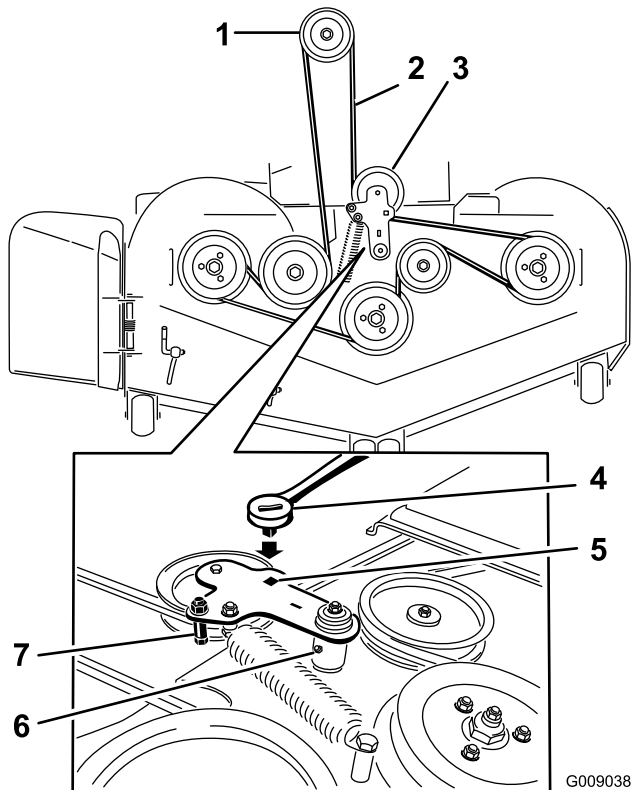

Figura 73
5. Utilice una llave de carraca en el taladro cuadrado del brazo tensor para aliviar la tensión del muelle tensor (Figura 73).
7. Retire la guía de la correa del brazo tensor tensado con muelle según lo ilustrado en Figura 73.
- Pase la correa nueva alrededor de las poleas del cortacésped y de la polea del embrague, debajo del motor (Figura 73).
10. Instale la guía de la correa en el brazo tensor según se muestra en Figura 73.
11. Utilizando la llave de carraca en el taladro cuadrado, instale el muelle tensor (Figura 73).